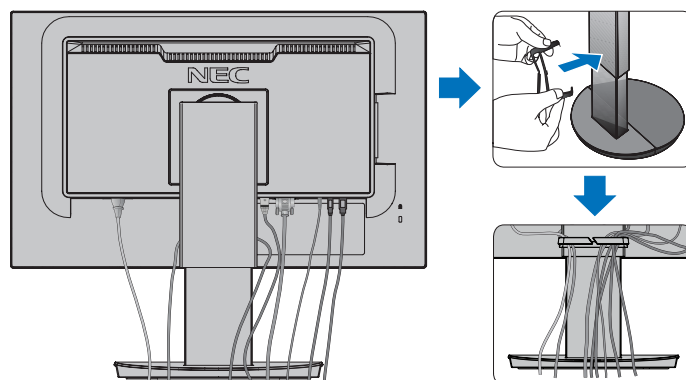

Figura 4
4. Coloque el pasacables en el soporte (**Figura 4**).